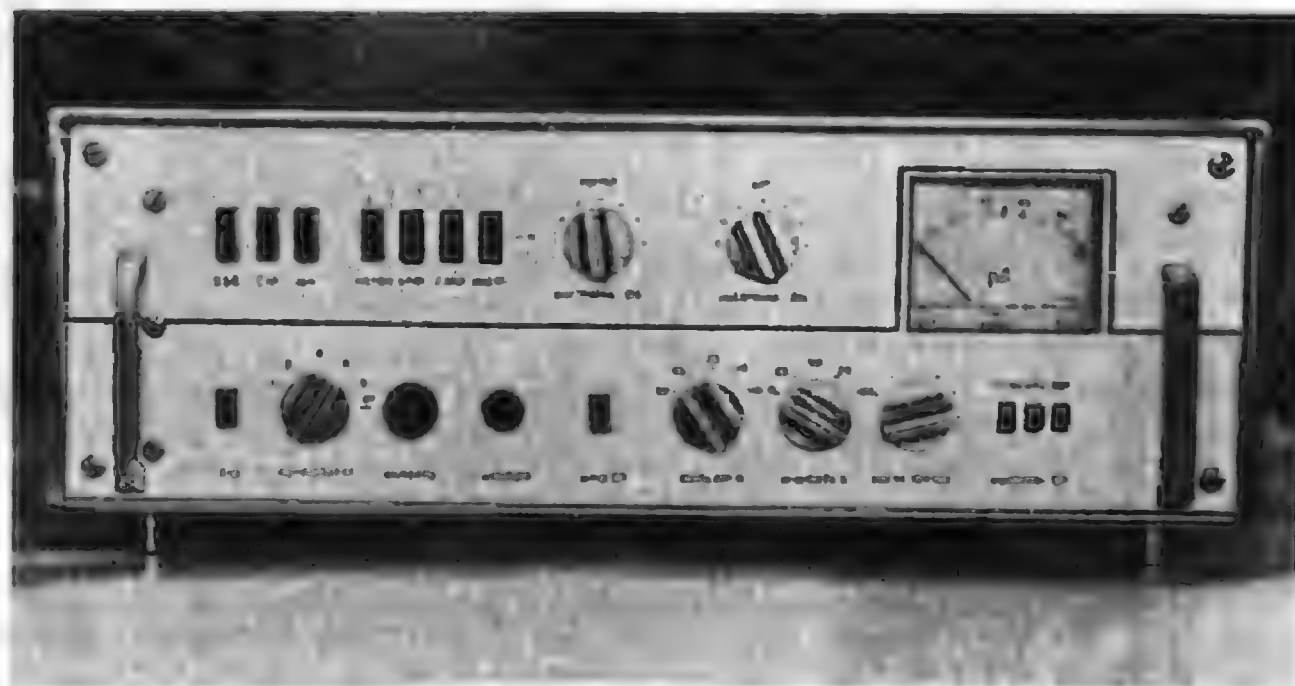
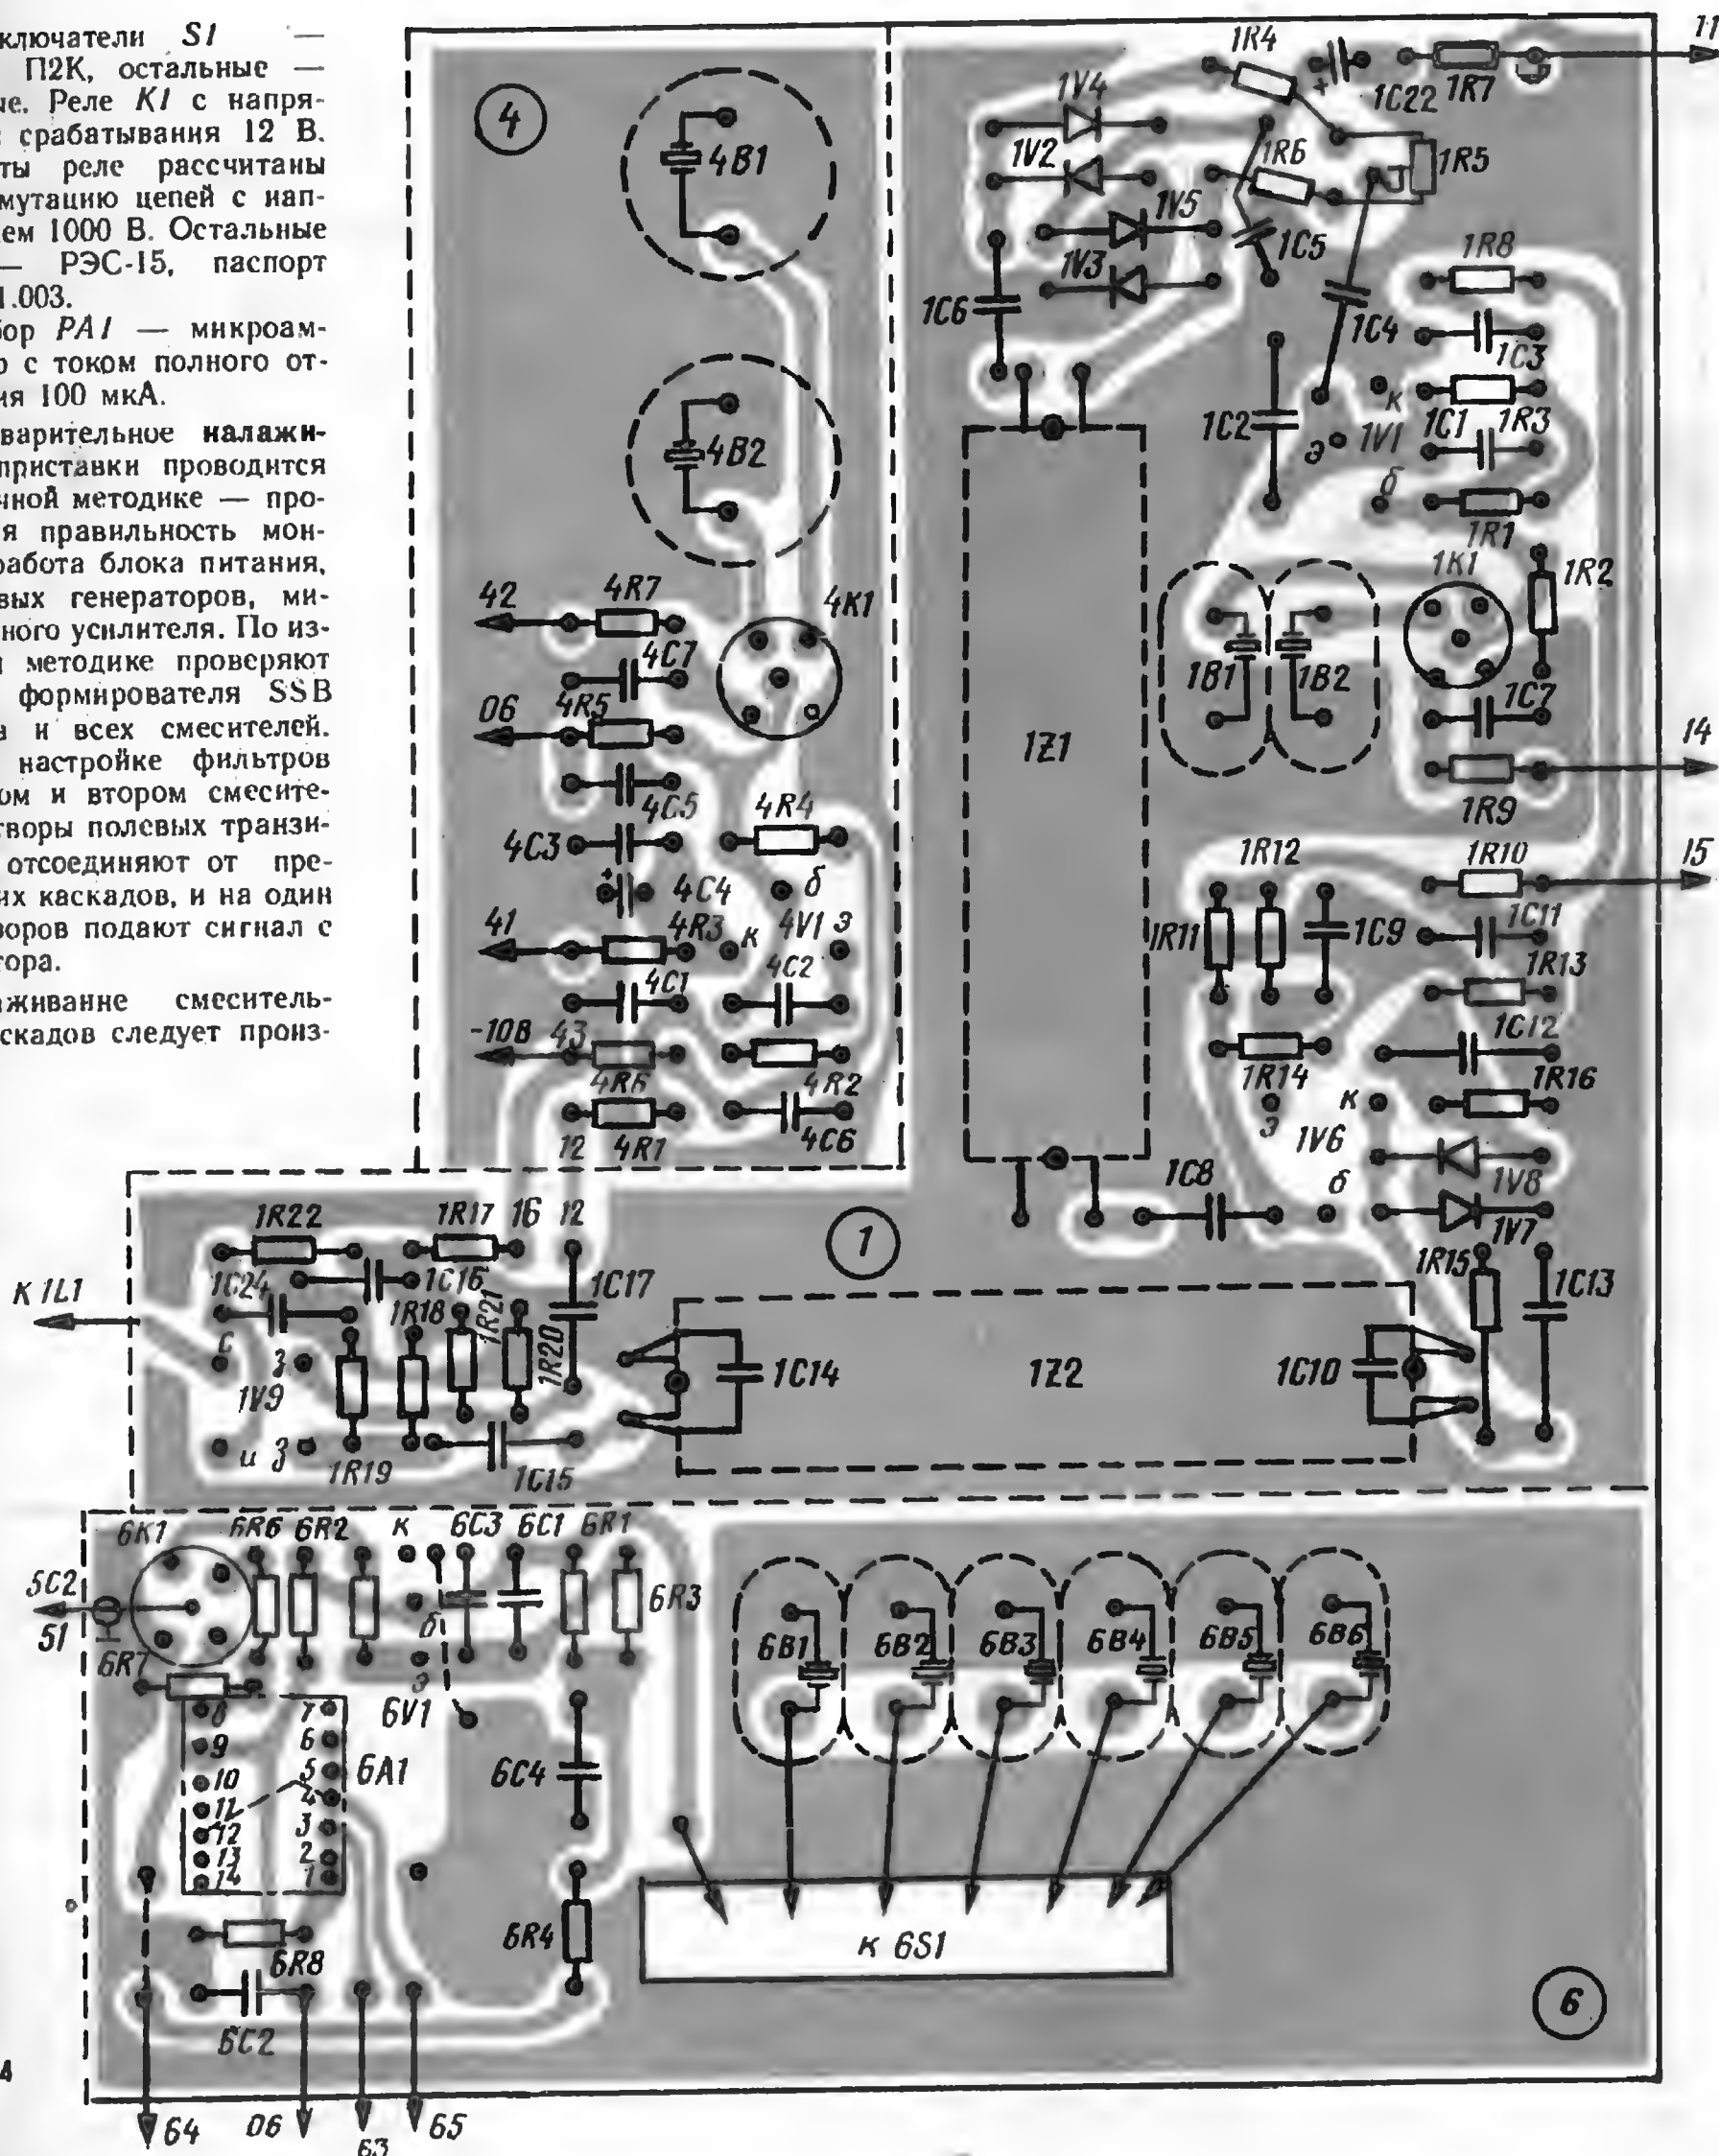
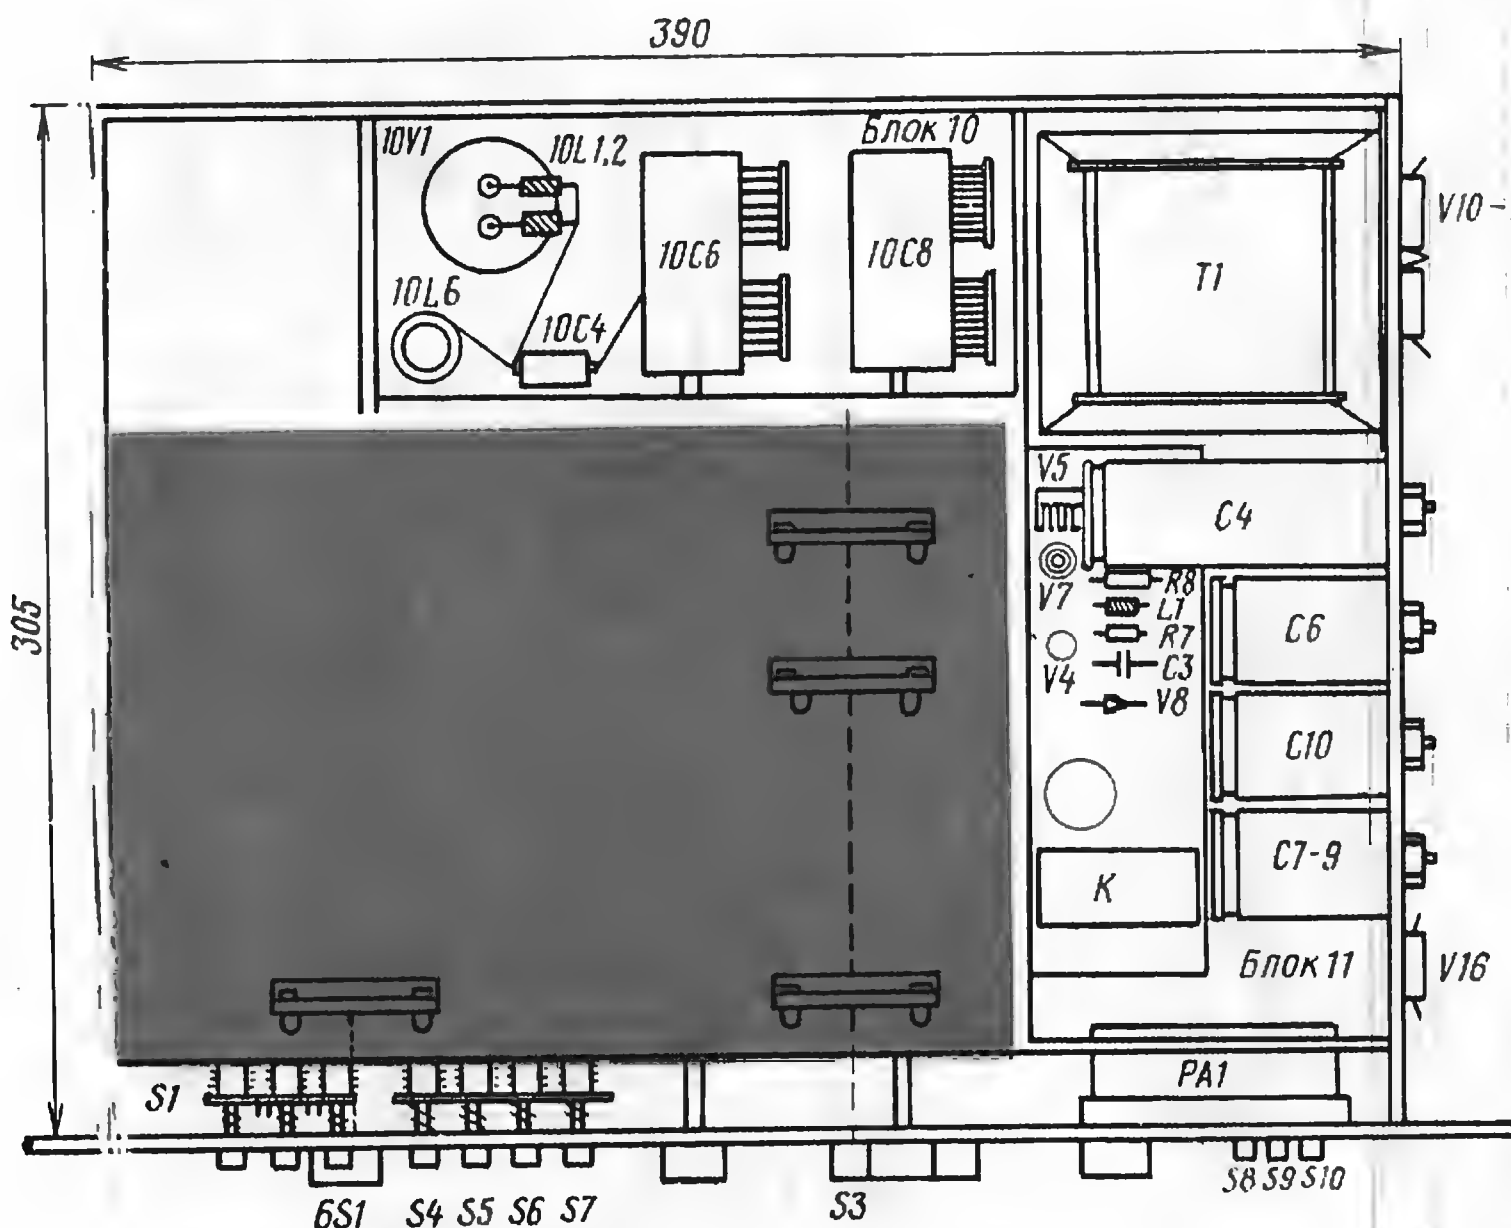

Рис. 3
Рис. 4
Рис. 5
**В**нешний вид приставки изображен на рис. 3. Конструктивно высокочастотные блоки, кроме блока 10, смонтированы на одной печатной плате из фольгированного стеклотекстолита толщиной 3 мм. Расположение деталей на ней показано на рис. 4 (условно плата разделена на две части). Галеты переключателей диапазонов и кварцевых резонаторов укрепляют на плате с помощью стоек или уголков. На рис. 5 приведено размещение печатной платы (выделены цветом), выходного каскада, блока питания внутри корпуса приставки.
На рис. 4 соединение «земляных» площадок блоков между собой не показано. В принципе, их можно соединять перемычками произвольно, но при возбуждении может оказаться полезным подбор места заземления в каждом из блоков приставки.